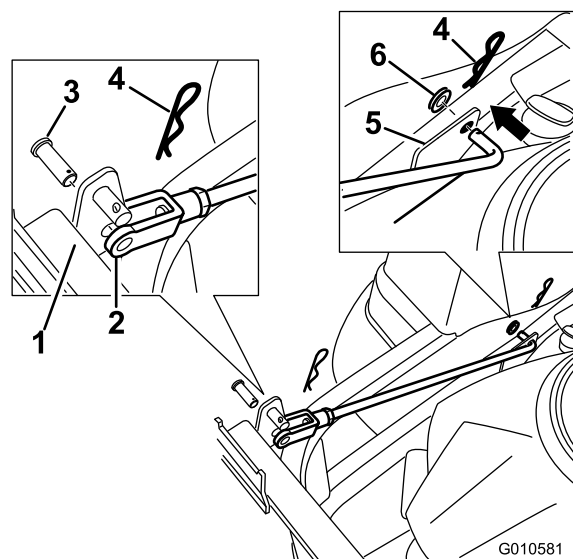

Figura 6
corredo tra la ruota motrice posteriore ed il telaio (Figura 6).
7. Inserite le estremità curve dell'asta nel telaio del sistema di raccolta, come illustrato nella Figura 6. Assicurate l'estremità dell'asta con una rondella e una coppiglia.
- D. Assicurate l'estremità del cavallotto dell'asta al telaio del sistema di raccolta mediante un perno con testa e una coppiglia (Figura 6).